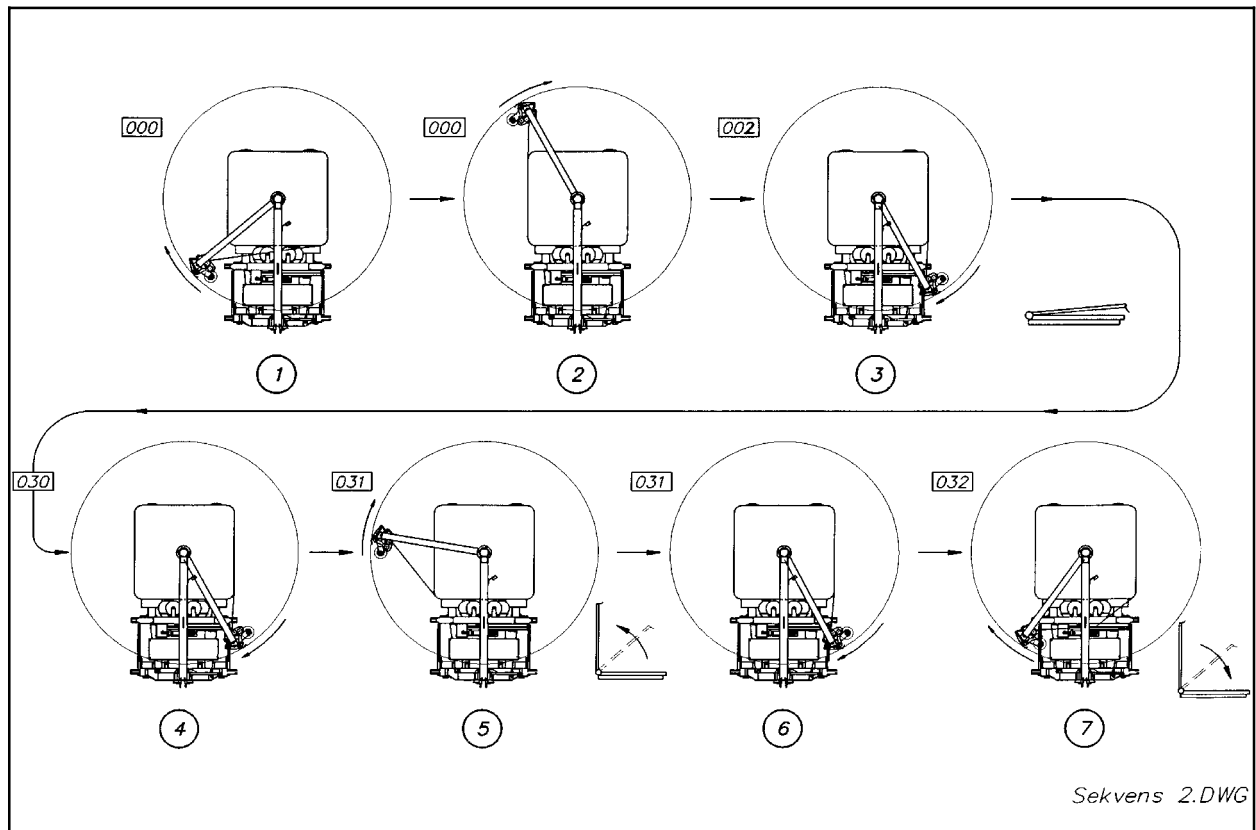

Bild 10-2 WICKELZYKLUS.
10.8 **Ergänzung zu Abbildung 10-2.**
Abbildung 10-2 zeigt das Auftreten der verschiedenen Funktionen im Wickelzyklus bei richtiger Programmierung des Steuerpultes. Die Zahl im Rechteck zeigt das Zählwerk.